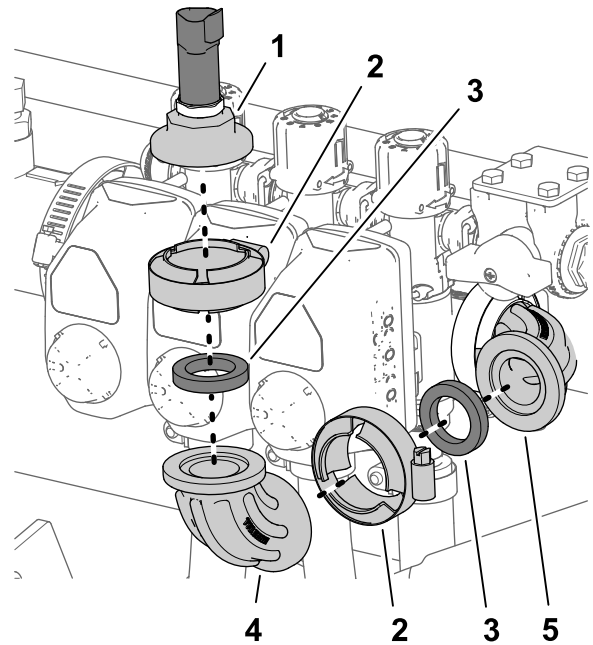

Figura 31
1. Retire a braçadeira flangeada que prende a tampa de união da porta, transdutor de pressão e junta no cotovelo de 90° na extremidade da válvula de secção direita e retire a tampa, o transdutor e a junta (Figura 31).
2. Retire a braçadeira flangeada, o conjunto do cotovelo de 90° (sem porta) e a junta do de 90° com porta (Figura 31).
3. Alinhe a tampa da união e a junta à flange do cotovelo de 90° na extremidade da válvula da secção direita (Figura 31).
4. Prenda a tampa da união e a junta ao cotovelo de 90° com a braçadeira flangeada (Figura 31).